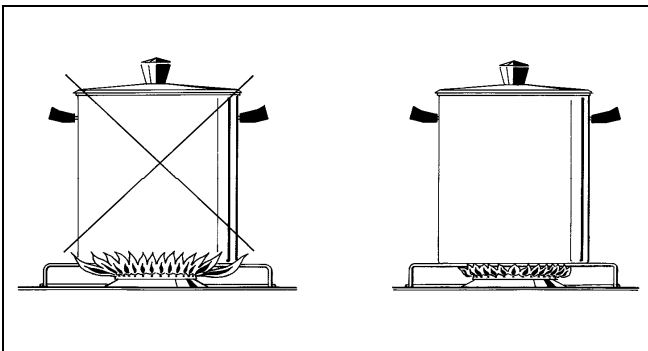

Fig.13
- Utilisez les casseroles appropriées pour chaque brûleur (voir la Fig. 13 et le Tableau B)